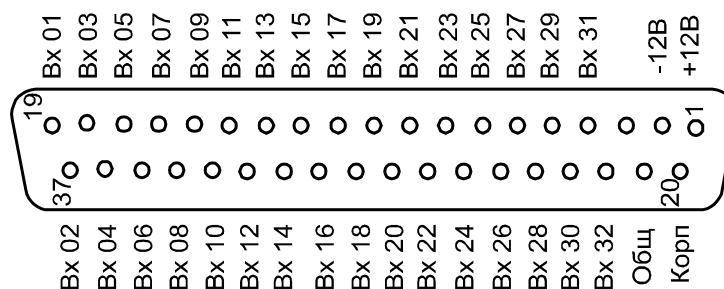
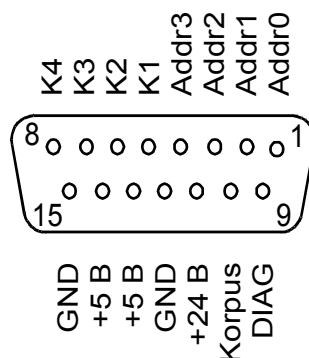

Рисунок 19: Назначение контактов разъёма аналоговых сигналов
Рисунок 20: Назначение контактов разъёмов подключения блоков сбора дискретных сигналов
6.3.2 Концентратор оснащён разъёмом аналоговых сигналов X1 (рисунок 19), к которому подключается кабель от модуля преобразователей с аналоговым выходом и двумя разъёмами дискретных сигналов X2, X3 (рисунок 20), к которым подключаются блоки сбора дискретных сигналов БКД-64 или БКД-64-5В.